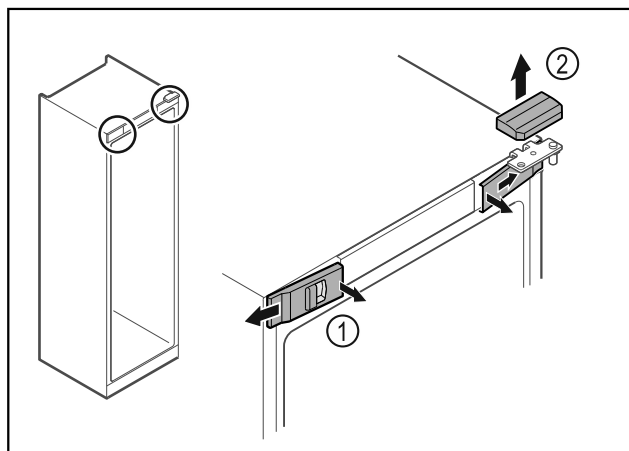

Fig. 5
- ▶ 从内侧松开前盖板 Fig. 5 (1)并移到一旁。
- ▶ 朝上取下上盖板 Fig. 5 (2)。